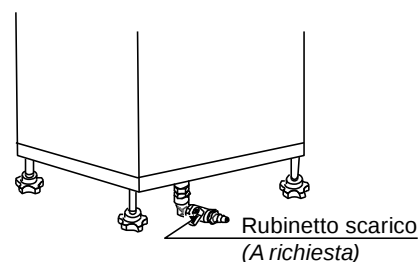

Fig. 7
- N.B.: nei modelli provvisti di scarico (accessorio a richiesta) prestare attenzione che il rubinetto di scarico sia chiuso (fig. 7).**
3. **Nel caso si riempia troppo la caldaia** superando anche l'indicazione MAX nel vetro livello, il ferro da stiro potrebbe perdere acqua. In questo caso bisogna spegnere l'apparecchio, svitare di un giro il tappo valvola, aspettare che tutto il vapore all'interno della caldaia sia fuoriuscito, togliere il tappo valvola, attendere che l'acqua e la caldaia si raffreddino completamente quindi ruotare verso destra la BARBARA 27 TAVOLO per far fuoriuscire l'acqua in eccesso (vedi capitolo 8). Nei modelli provvisti aprire il rubinetto di scarico-caldaia con cautela (fig. 7).
Svitare e togliere il tappo valvola e aprire il rubinetto di scarico (fig. 7). **Quando tutta l'acqua è fuoriuscita dalla caldaia ricordarsi di chiudere il rubinetto!**